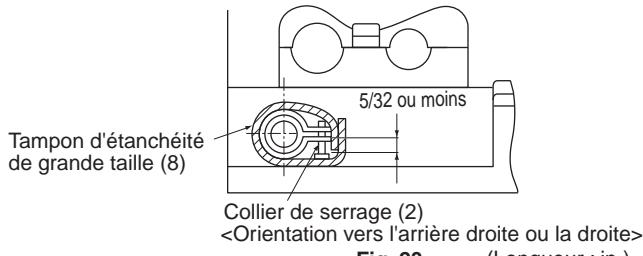

Fig. 23 (Longueur : in.)
Serrez les vis du collier de serrage jusqu'à ce qu'il ne dépasse que de 5/32 in.. (Veillez au sens de la pièce de fixation pour éviter que le collier n'entre en contact avec la grille d'aspiration.) (**Reportez-vous à la Fig. 23**)
- Ilsolez le collier de serrage et le tuyau d'écoulement en partant du bas à l'aide du tampon d'étanchéité de grande taille fourni (8). (**Reportez-vous à la Fig. 23**)
(2) Vérifiez que l'écoulement soit régulier après avoir fini d'installer les conduites.